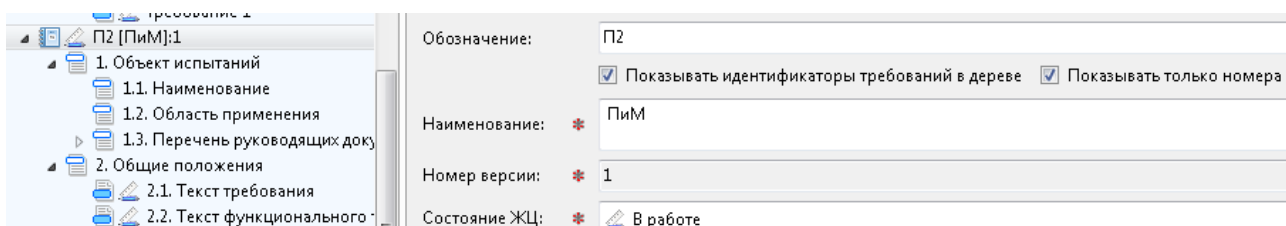

Рисунок 34 — Результат сохранения идентификатора отображения
- нажать «Сохранить» и «Обновить» (Рисунок 34).